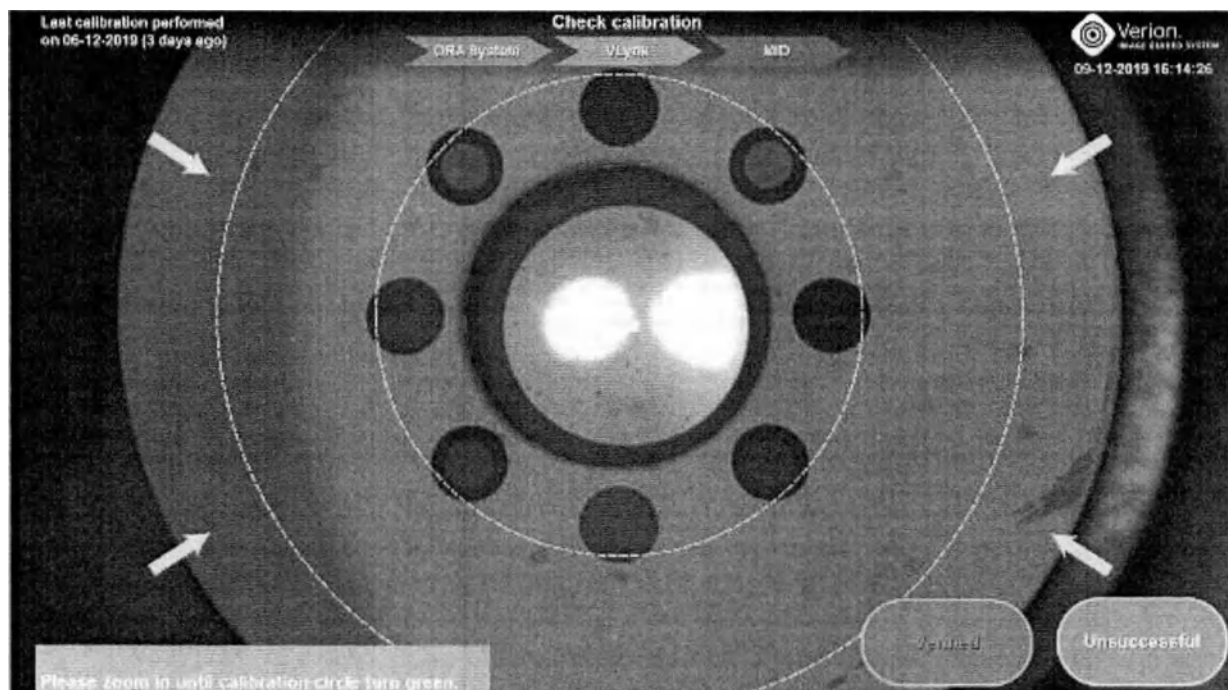

Рисунок 147. Проверка калибровки VLink
- После выполнения верификации системы ORA инициируется проверка калибровки VLink. Отображаются микроскопное изображение в реальном времени и две желтые наложенные окружности (Рисунок 147).